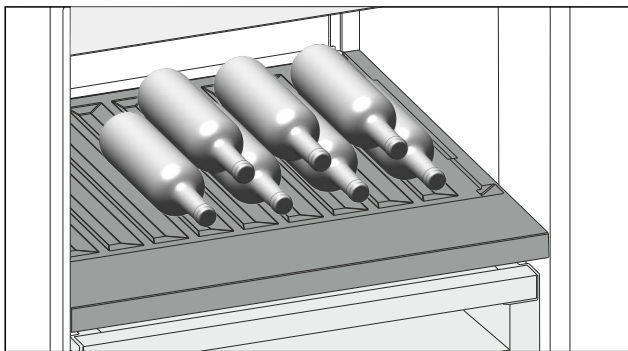

Fig. 162 Ilustratīvs attēlojums
- ▶ Ievietojiet pudeles ar dibieniem uz aizmuguri pret aizmugurējo sienu. (skat. Fig. 162)